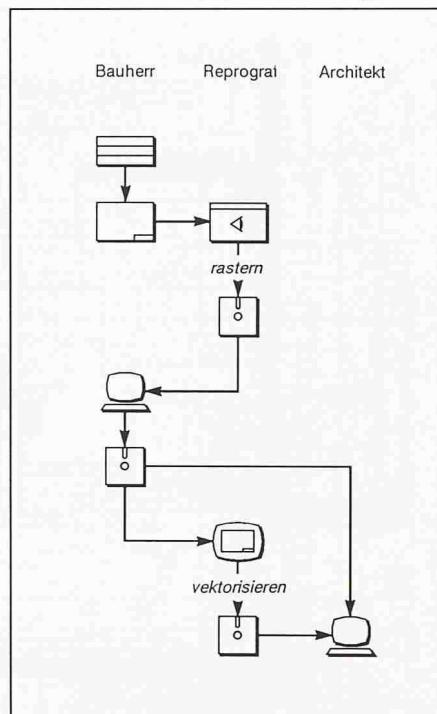

Bild 9. Informationsfluss Gebäudeverwaltung mit Bauherr, Reprograf und Architekt
**Beispiel Gebäudeverwaltung.** Die papiernen Gebäudedokumentation wird gescannt (gerastert) und das digitale Archiv mit einer relationalen Datenbank verwaltet. Vektorisiert werden Rasterpläne erst dann, wenn dies später im Rahmen konkreter Projekte erforderlich wird (Bild 9).